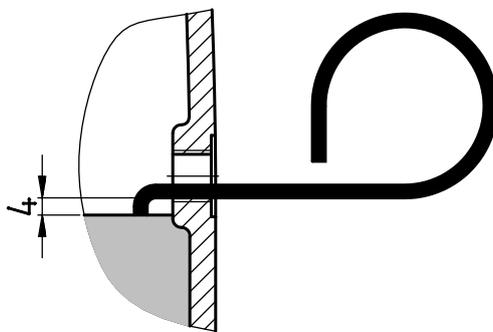

Рисунок 33: Проверка уровня масла с помощью масломерного стержня
2. Проверить уровень масла с помощью прилагаемого масломерного стержня (артикул № 28300500), как изображено на Рисунок 33. Часть стержня, погружаемую в масло, держать вертикально. Максимальный уровень масла – нижний край отверстия для контроля уровня масла. Минимальный уровень масла находится на расстоянии 4 мм от нижнего края отверстия для контроля уровня масла. Удерживая маслоизмерительный стержень вертикально, погрузить его в масло.